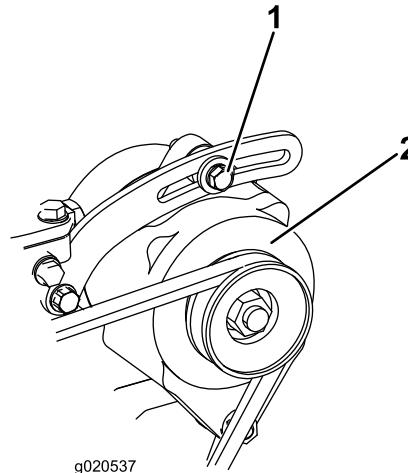

Bild 99
- Lockern Sie bei einer Durchbiegung von mehr oder weniger als 10 mm die Befestigungsschrauben der Lichtmaschine (Bild 99).